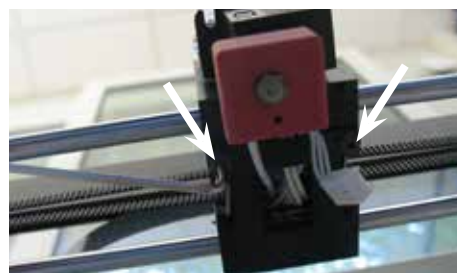

図 75
- ⇒クランププレートの左ネジを1回転程度緩め右のネジを外します（図75）。